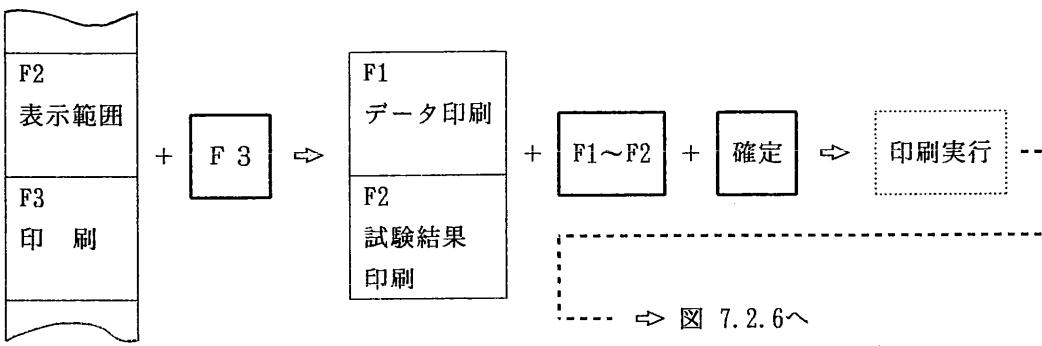

図 7.2.7 同じFFT結果表示様式での繰り返し印刷の方法
- ⑩ [FFT 結果印刷の繰返し] 印刷が終了するとメニューエリアには、表示中心周波数、表示範囲、印刷及び表示様式の選択メニューが表示されます。引き続き、同じ表示様式で印刷する場合には、図 7.2.7 の通り、上で説明した操作手順を繰り返して下さい。なお、周波数分析結果のデータを連続的に採取する際に、基本表示のエコー高さを一定にする必要が生じる場合があります。この場合には、ゲインキーを 1 回押した後、選択キー [F 5] を 1 回押し、確定キーを 1 回押すとエコー高さが縦軸目盛の 80 % になるように自動的にゲインが調整されます。[6. 2. 3 項参照]